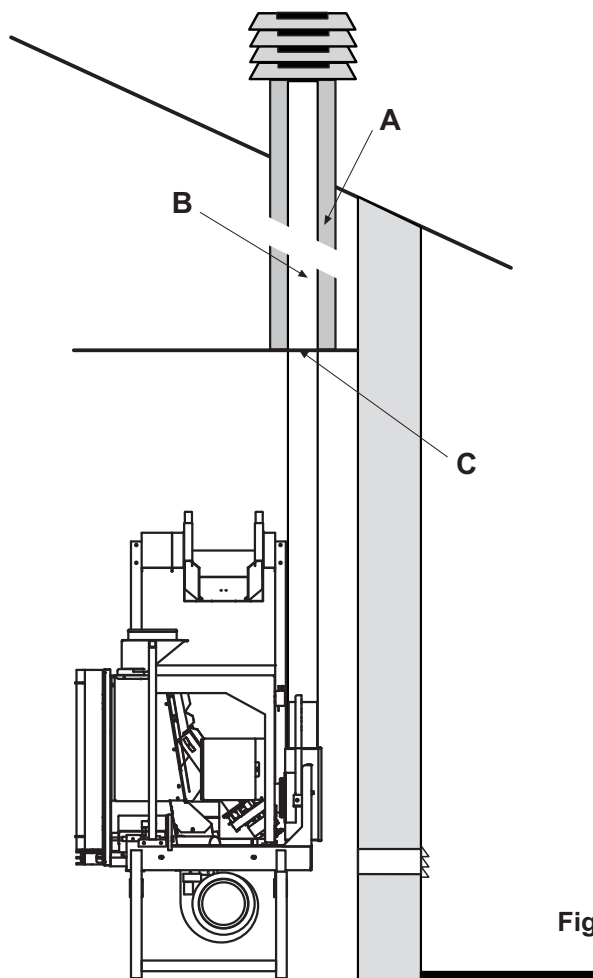

Fig. 5.4.5
- **In caso di canna fumaria di sezione maggiore è necessario "intubare"** la canna fumaria con una tubazione in acciaio (con diametro in funzione del percorso) opportunamente isolata (Fig. 5.4.5).
- ! - **If the flue section is bigger it must be ducted** using an adequately insulated steel pipe (the diameter depends on the length of the path) (Fig. 5.4.5).
- ! - **Bei einem Rauchfang mit größeren Innenmaßen muss** ein dementsprechend isoliertes Stahlrohr (mit Durchmesser je nach Strecke) eingeführt werden (Abb. 5.4.5).